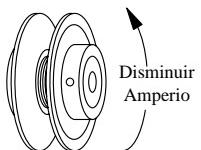

Fig. 11
- Ajuste la polea si es necesario.** Si la lectura de amperio es menos del valor especificado del motor, apague la unidad y quite la reja con el filtro. Desconecte el motor dentro de la caja para protegerse en caso de que alguien intente poner en marcha el enfriador mientras usted está trabajando. Esto hay que hacerlo por su propia seguridad. Ajuste la polea a un diámetro mas grande y vuelva a ajustar la tensión de la banda. Conecte el motor, coloque la reja y compruebe de nuevo el amperio. Repita estos pasos hasta obtener la lectura de amperio correcta. El incrementar el diámetro de la polea, incrementa también el amperio; el disminuir el diámetro de la polea, disminuye también el amperio (véase fig. 11).